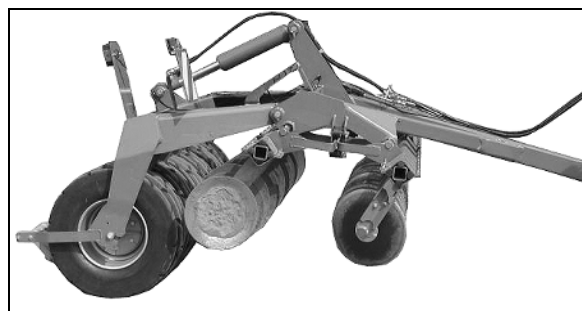

Fig. 26
- Hev begge skålrekkene (Fig. 26).